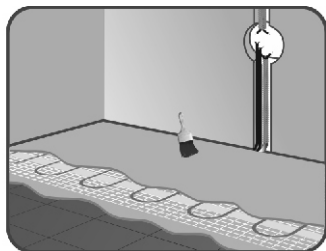

Рисунок 4
12. Залейте нагревательный мат слоем раствора для крепления плитки толщиной 5-8 мм (рисунок 4) и дайте ему высохнуть в соответствии с инструкцией по применению используемой плиточной смеси.